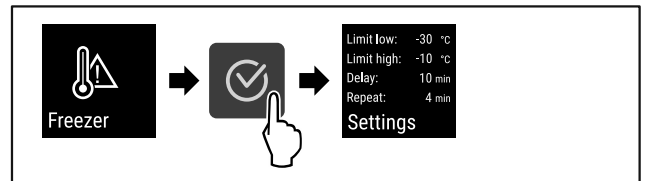

Fig. 103
- ▶ Handlungsschritte (siehe Fig. 103) durchführen.